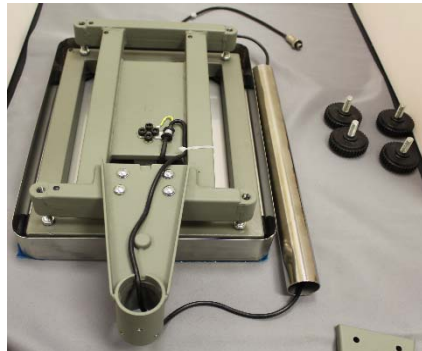
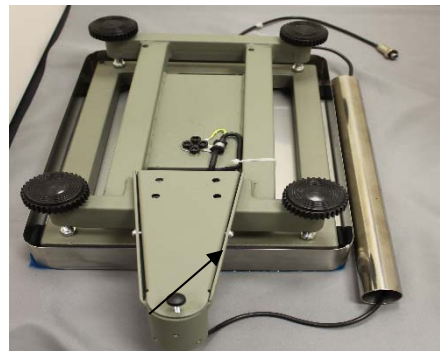

fig 1.
fig 2.
- Enlevez la base, le support de la colonne, et la colonne de l’emballage. Tournez la base à l’envers, puis poussez prudemment le câble du capteur de pesage par le support de la colonne et utilisez les 4 vis pour fixer la colonne à la base (fig.1). Placez le couvercle et fixez-le avec les 2 vis latérales. Ensuite, vissez les 4 pieds sur la base, et ajoutez le petit pied à la base du support de la colonne pour une stabilité accrue (fig.2).